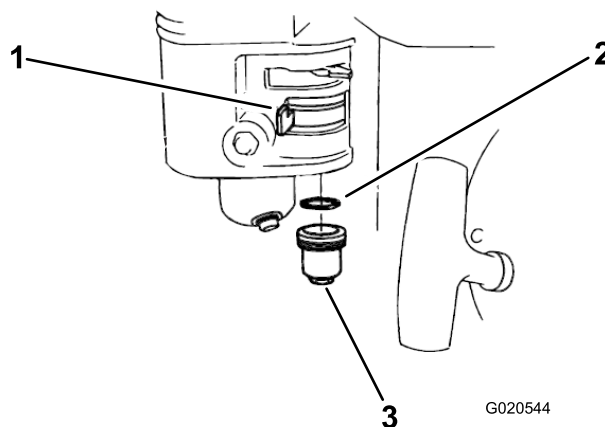

Figura 24
1. Mueva la válvula de combustible a la posición de Cerrado, luego retire la taza de sedimentos y la junta tórica (Figura 24).
3. Coloque la junta tórica en la válvula de combustible e instale la taza de sedimentos (Figura 24).
3. Retire la taza de sedimentos (Figura 24) y vacíe el combustible.
4. Mueva la válvula de combustible (Figura 24) a la posición de Abierto y drene la gasolina del depósito de combustible en un recipiente apropiado.
5. Vuelva a colocar la taza de sedimentos, apretando firmemente (Figura 24).